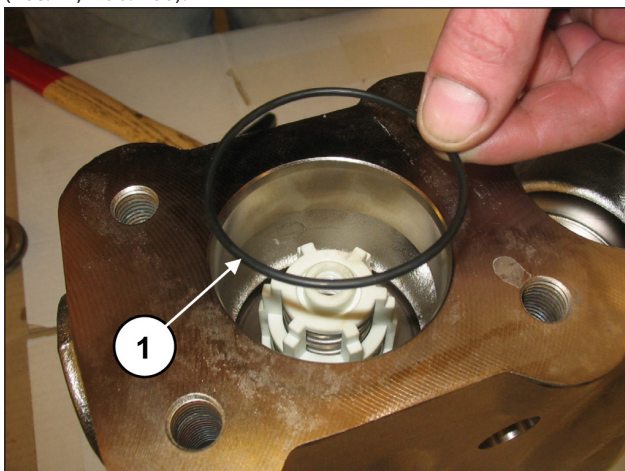

Abb. 100
Setzen Sie den O-Ring ein, Pos. 17 Explosionszeichnung (Pos. ①, Abb. 100).